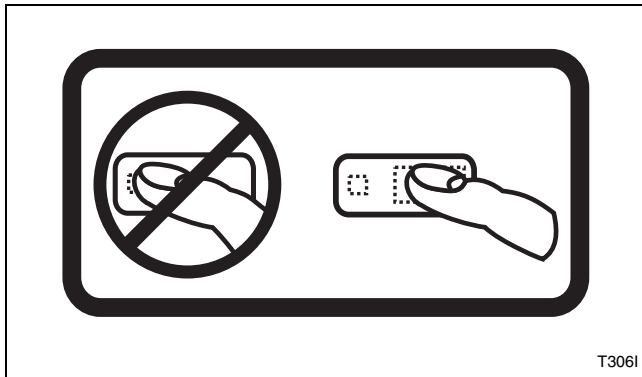

Figura 10
**NOTA:** No oprima directamente las luces o el centro del botón. Para lograr una selección apropiada, oprima ligeramente el botón a la derecha del centro. Consulte la *Figura 10*.